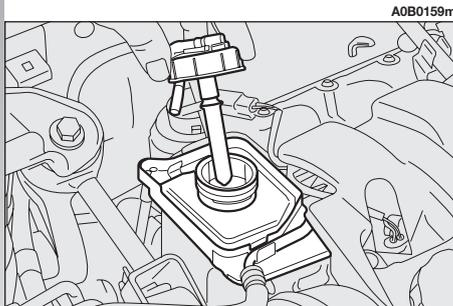
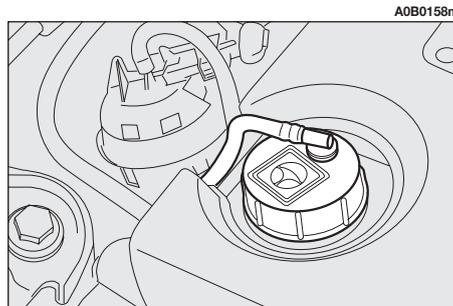
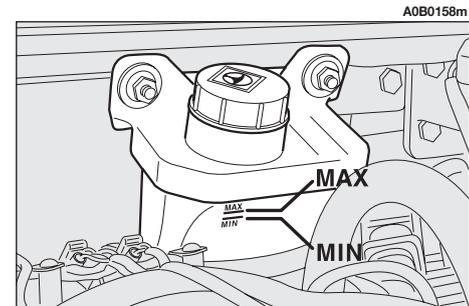

Abb. 17
Abb. 18
Abb. 19
**SERVOLENKFLÜSSIGKEIT****Abb. 17:** Versionen T.SPARK**Abb. 18:** Version 2.0 JTS**Abb. 19:** Versionen 2.5 V6 24V und JTD